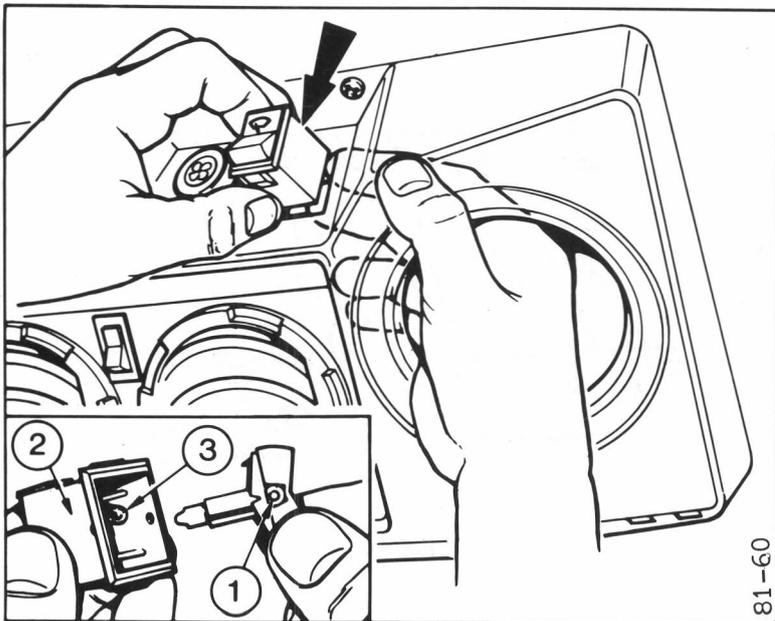

Fig. 48
- 3 – (Fig. 48). Sortir l'interrupteur du panneau de plafond en veillant à ne pas débrancher les fils derrière l'interrupteur.
- 4 – Déposer la touché à bascule (1) du corps de l'interrupteur (2) déposer ensuite l'ampoule (3).